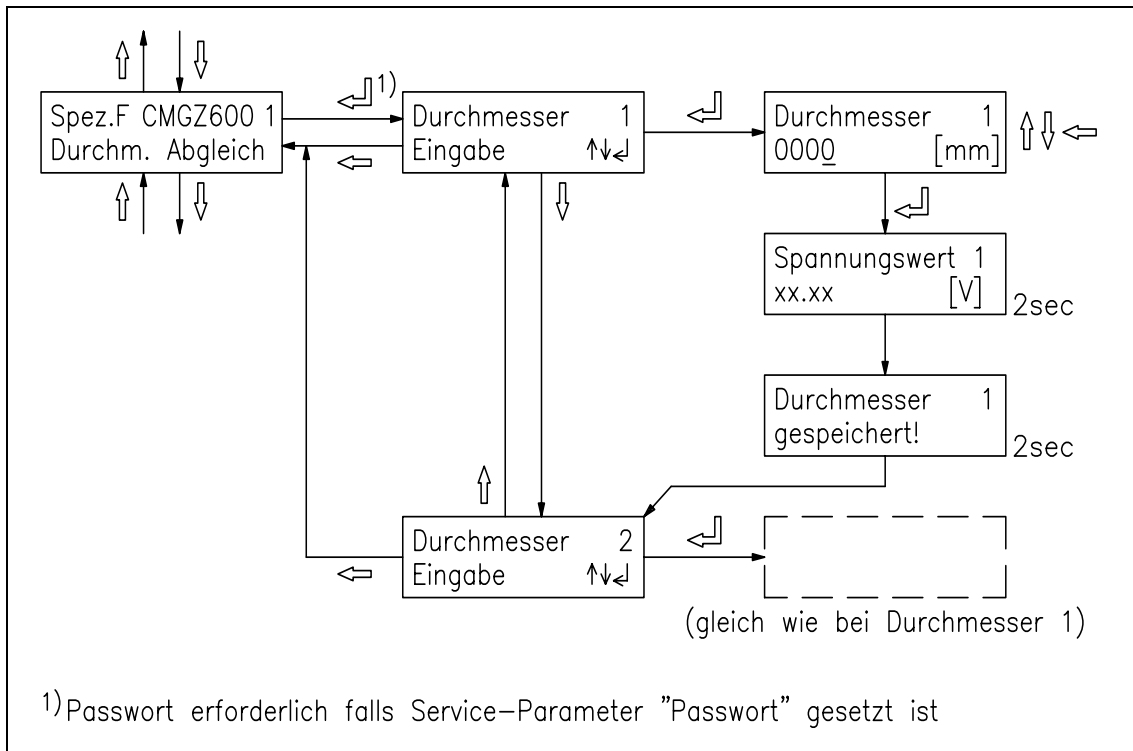

Bild 23: Programmablauf Spezialfunktion „Durchmesserabgleich“ C611007d
- Den momentanen (grossen) Wickeldurchmesser unter *Durchmesser 2* abspeichern wie oben beschrieben (Bild 23). Nach Bestätigen mit Taste \rightarrow wird der Durchmesser zusammen mit dem zugehörigen Spannungssignal abgespeichert.